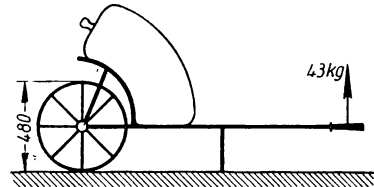

Bild 266
**407.** Eine Schubkarre nach Bild 266 wiegt leer 35 kg; davon 9 kg Gewicht des Rades mit Achse. Das Rad hat 480 mm, der Zapfen 20 mm Durchmesser. Zum Anheben der mit 190 kg Nutzlast beladenen Karre muß an den Handgriffen eine senkrechte Gesamtkraft 43 kg angreifen. a) Welche waagerechte Schubkraft ist zum Fahren der Karre aufzuwenden, wenn die Reibungszahl am Radzapfen 0,2 und der Hebelarm der rollenden Reibung auf Holzbahn 1,4 cm beträgt? b) Welche Gesamtkraft muß dann der Arbeiter beim Fortschieben der Karre an den Handgriffen ausüben? c) Unter welchem Winkel gegen die Senkrechte muß diese Kraft wirken?